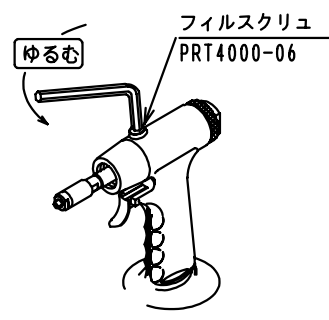

図7-7
- (6) 油圧オイルの注入が完了した後、エアーストロンアッセンブリーとチャンパーキャップを組立てます。組立は分解と逆の手順で行ってください。
- (7) 19mm スパナでノーズハウジングを外してください。
- (8) リベットツールを上向きにして立て、フィルスクリュを5mm 六角レンチで緩め、余分な油圧オイルと空気（気泡）を除去してください。油圧オイルが出なくなるまで放置した後、フィルスクリュを締め付けてください（図7-7）
- (9) 最後にノーズハウジングを取り付けてください。